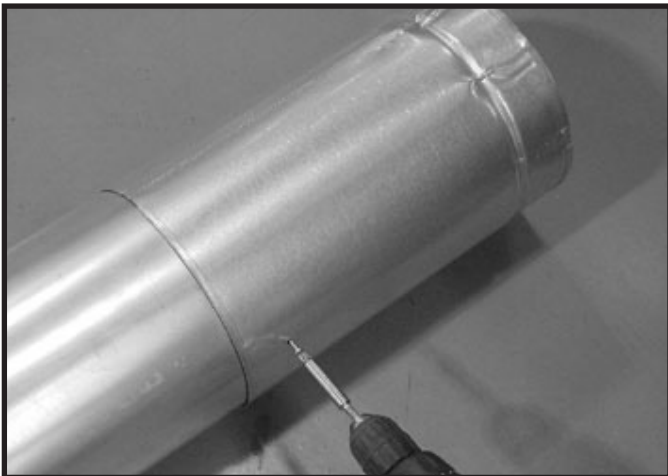

Figure 7.4 Vis sur la section coulissante
- Fixez les tuyaux et les sections coulissantes avec deux vis d'au plus 13 mm (1/2 po) en utilisant les trous de guidage de la section coulissante. Voir la figure 7.4.